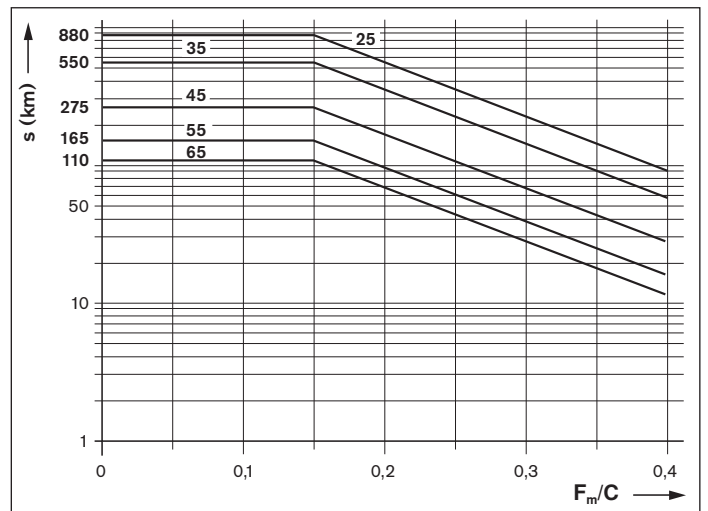

图 1：补充润滑周期
- ▶ 根据图 1，当达到补充润滑周期后，则必须根据表 2 给出的油量，加注润滑剂。
- ▶ 根据图 1，当达到补充润滑周期后，则每个润滑接口必须根据表 2 给出的分量加注润滑剂。